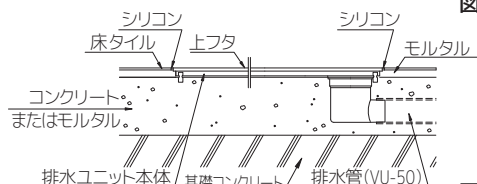

図2
- 注意** ①排水ユニットを仮据えし、床仕上げ面の勾配に揃えてください。
②排水管の内面に接着剤を塗布し、排水ユニット（トラップ排水口）と排水管を接続してください（図2）。
排水ユニット周囲と仕上げ材の間にある程度のすき間を設けるように床仕上げをおこない、すき間はシリコンでコーキングしてください（図2）。